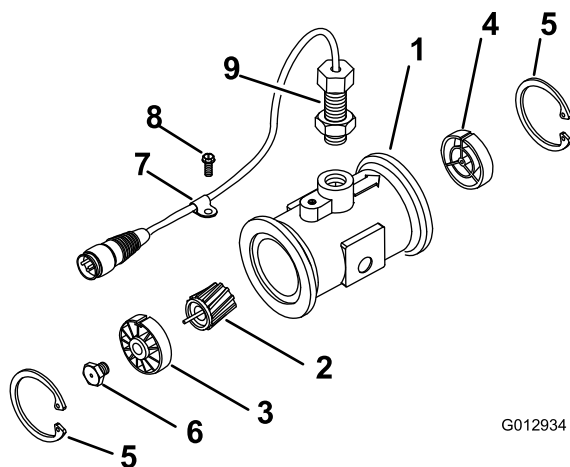

Figura 47
3. Retire o anel de retenção do lado superior (Figura 47).